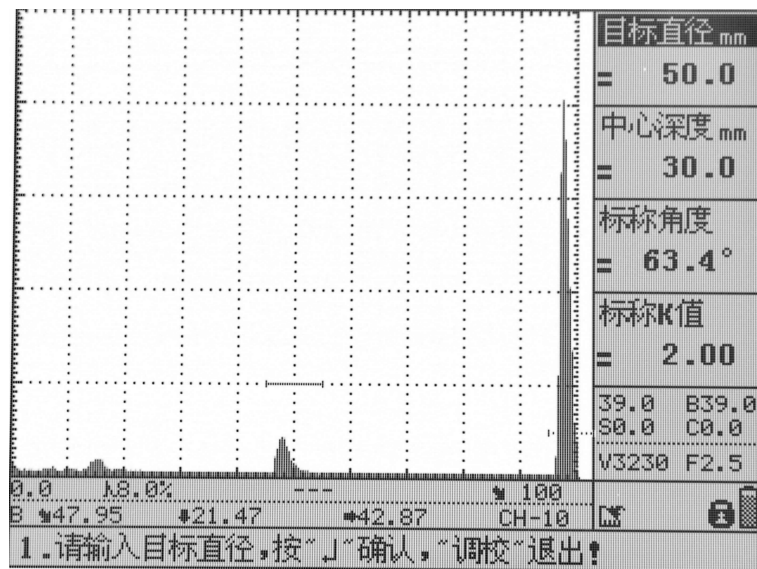

图 1
(1) 按照例 2 的操作完成仪器声速、零偏校准后，选择“角度”主菜单，选择“自动校准”子菜单，按“确认”键，开始角度自动校准。如图 1 所示；
(2) 按提示输入目标直径为 50mm，中心深度为 30mm，标称角度为 63.4°/K2；